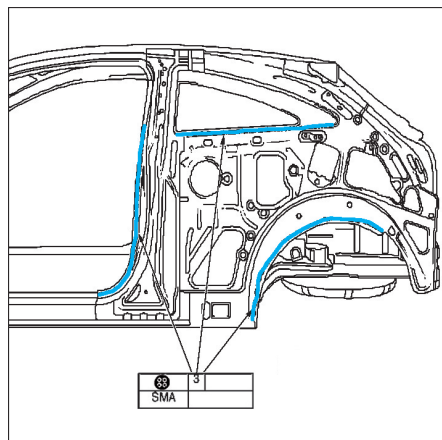

FIG. 89
- Encoller le montant latéral (fig. 89).